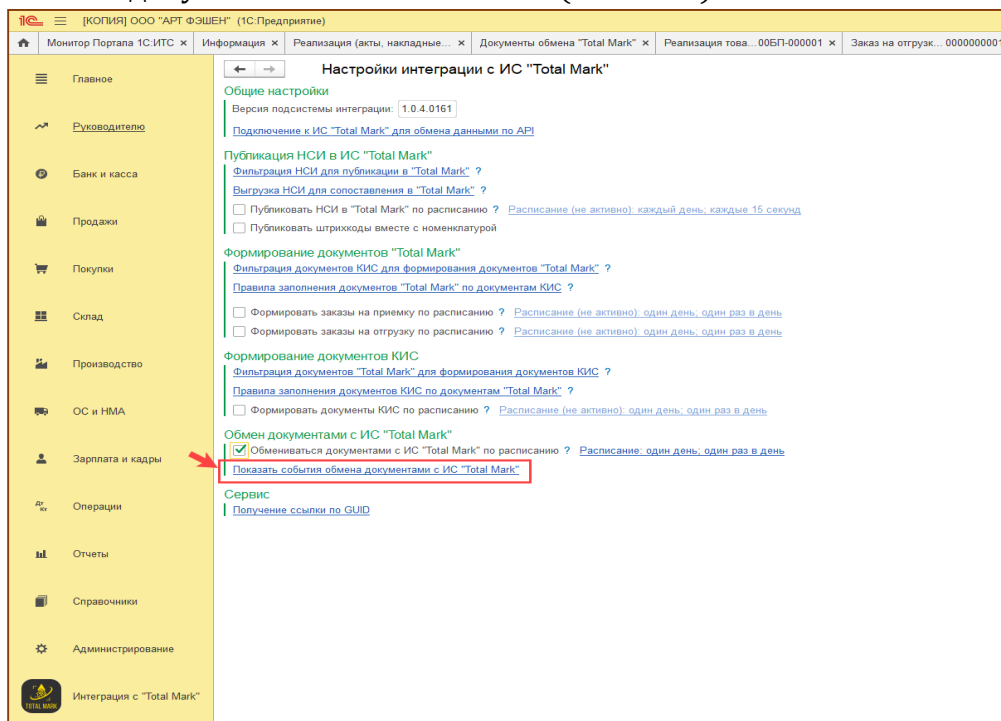

Рис. 3-10 - Настройка создания документов обмена
- Если по какой-то причине документ обмена не отправился в Total Mark, либо его статус не обновился, можно посмотреть историю обмена по ссылке: Показать события обмена документами с ИС Total Mark (Рис. 3-10).